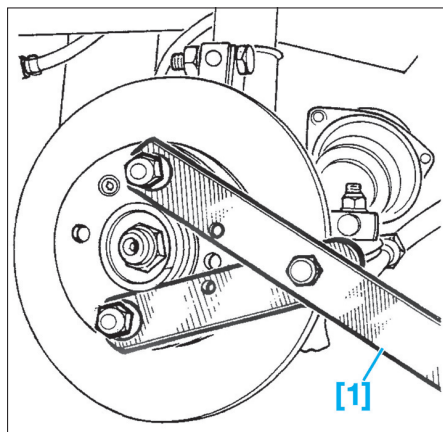

Fig. 1
- [1]. Immobilisateur de moyeu (Rou. 604-01) (Fig.1).
- À l'aide de l'outil [1], immobiliser en rotation le moyeu puis déposer l'écrou de transmission (Fig.1).